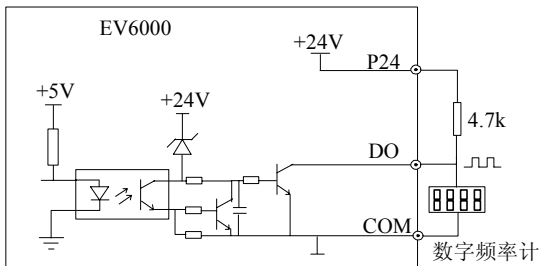

图4-25 输出端子 DO 连接方式 1
3. 数字脉冲频率输出 DO 可使用变频器内部的 24V 电源，接线方式请参见图 4-25。